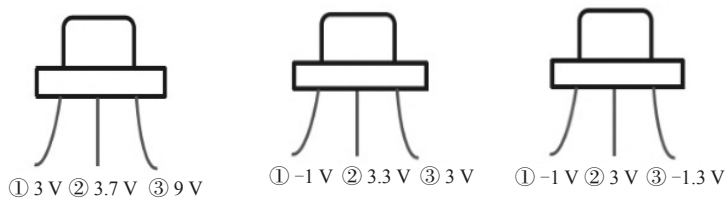

图 2-28 题 2 图
2. 在工作正常的放大电路中,测得 4 个三极管相对于电路公共端电压如图 2-28 所示,试判断各三极管的类型及各引脚对应的电极名称。